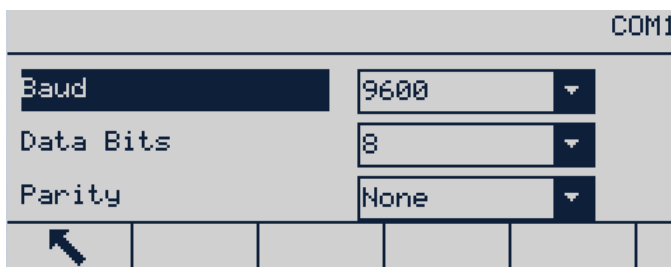

Abbildung 4-26: COM1-Konfigurationsbildschirm
6. Gehen Sie zu **Kommunikation | COM1** und prüfen Sie, ob die GT800-Drucker-Kommunikationsparameter mit den Angaben in **Abbildung 4-26** übereinstimmen.